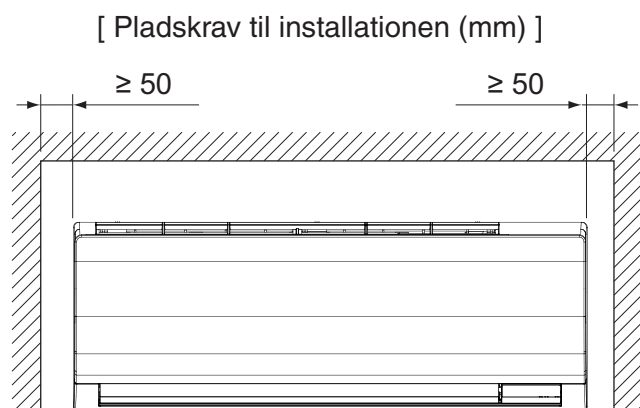
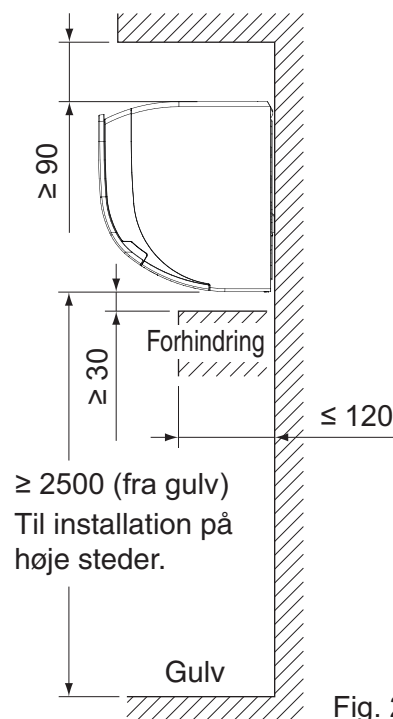

Fig. 1
Fig. 2
3. VALG AF INSTALLATIONSSTED**(1) Vælg et installationssted, hvor følgende betingelser er opfyldt, og som kunden kan godkende.**
- Hvor der er tilstrækkelig plads til, at installation og vedligeholdelse kan foretages. **(Se fig. 1 og fig. 2)**